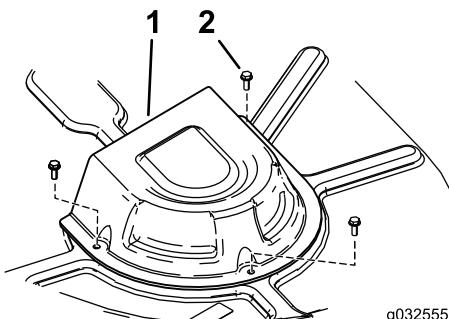

Figura 62
4. Retire las cubiertas de la polea (Figura 62).